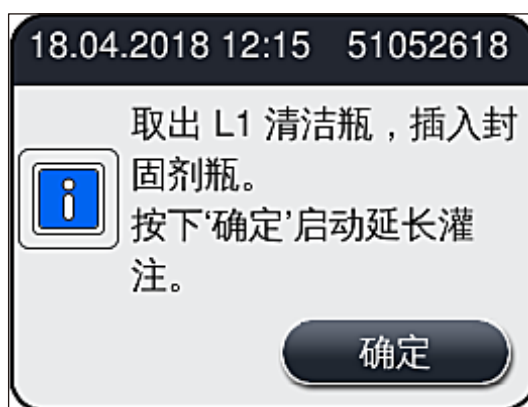

图 104
- » 随后,提示用户从仪器中取出清洁瓶并插入装有封固剂的新瓶。插入后,使用**确定**确认信息消息 (→ 图 104)。请根据实验室规定处理清洁瓶中的废液。